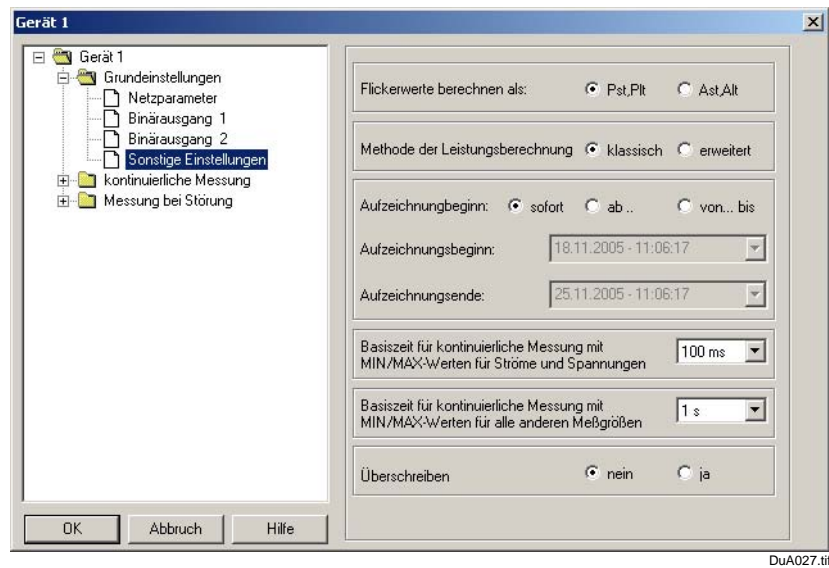

Bild 3-27 Datenblatt Grundeinstellungen Sonstige Einstellungen
Voreinstellungen Die voreingestellten Werte sind in Bild 3-27 ersichtlich.
- Wählen Sie im Navigationsfenster unter Grundeinstellungen **Sonstige Einstellungen**. Das Datenblatt (Bild 3-27) wird im Datenfenster geöffnet.